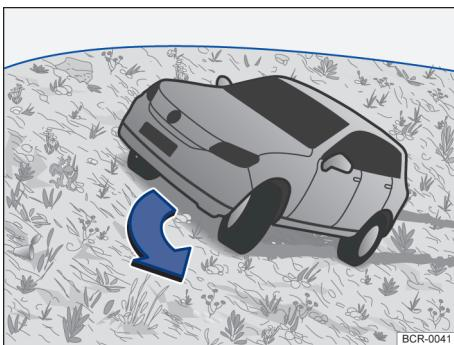

Fig. 142 Representação esquemática: dirigir na linha de inclinação.
- Se o veículo ameaçar tombar, manobrar imediatamente na linha de inclinação e acelerar levemente → Fig. 142. Se não for possível conduzir na linha de inclinação, conduzir ladeira acima e acelerar levemente.
percurso. Se o veículo ameaçar tombar, manobrar imediatamente na linha de inclinação e acelerar levemente → Fig. 142.